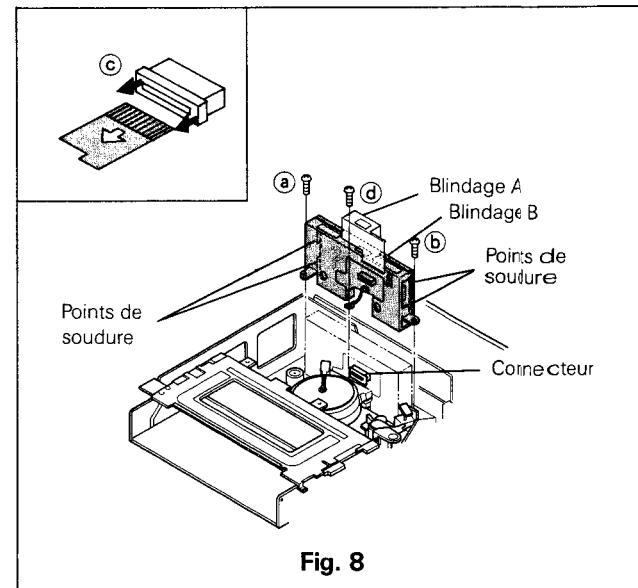

Fig. 8
- B. Déconnecter la tresse en tirant légèrement sur l'extrémité du connecteur ③ comme le montre la Fig. 8.
- C. Dévisser les trois vis (①, ② et ③) qui retiennent la platine AMPLI-TETE, ainsi que le fil de masse.
- E. Afin d'accéder au côté composants, dessouder les quatre points de fixation du blindage puis l'ôter suivant la Fig. 8.